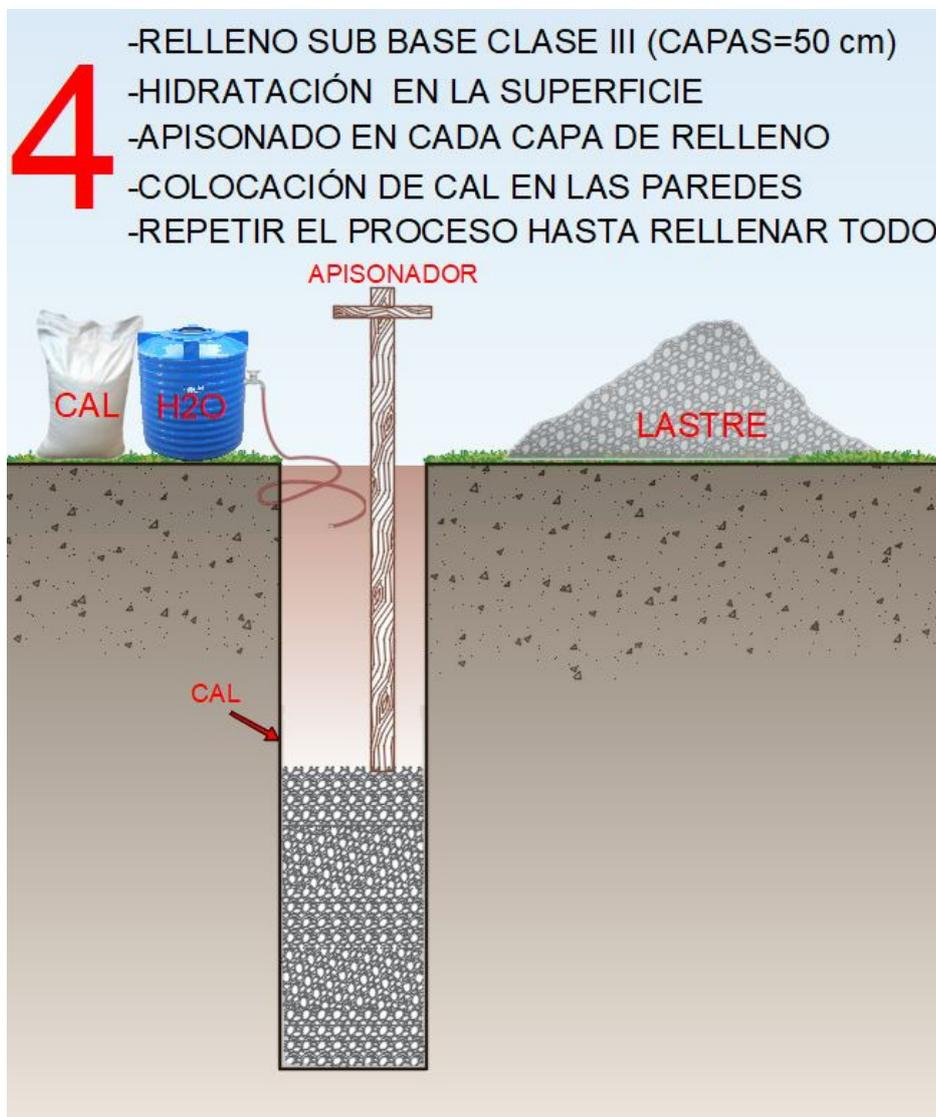

Figura 6. Procedimiento de relleno del pozo
4. Rellenar el pozo con material sub base clase 3 (material fino y grueso) en capas de 50 centímetros, compactar el material de manera manual o usando una máquina compactadora, es necesario hidratar el relleno con el fin de mejorar la compactación, en cada capa colocar cal apagada en las paredes del pozo y repetir este proceso hasta rellenarlo en su totalidad (Figura 6).